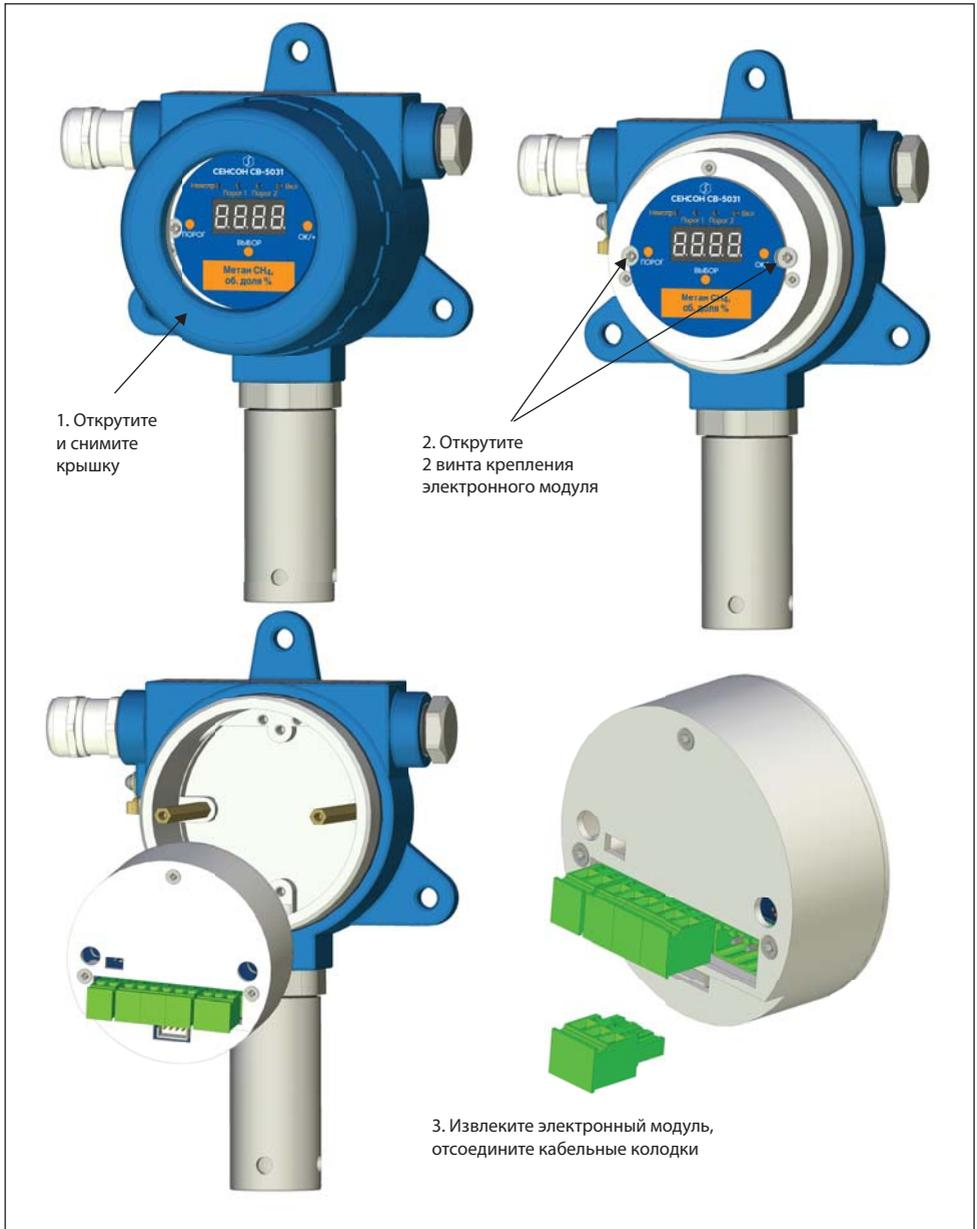

Рис. 10. Порядок разборки МКТИ-2
3. Открутите крышку корпуса модуля МКТИ-2, вращая ее против часовой стрелки (рис.10).